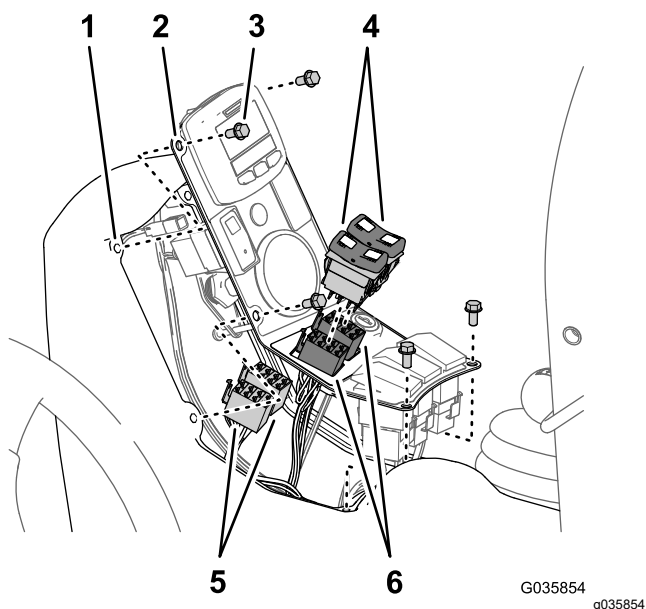
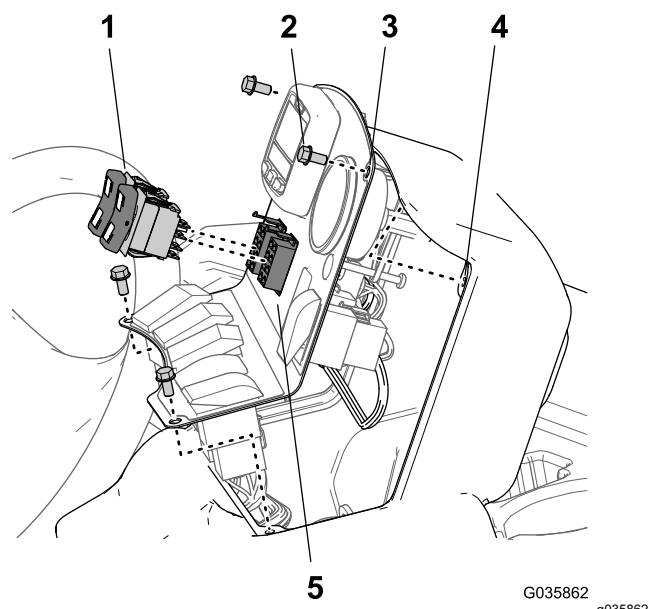

Figura 37
Figura 38
1. Retire los 4 pernos con arandela prensada ($\frac{1}{4}$ " x $\frac{1}{2}$ ") que sujetan el panel de interruptores a la consola central y levante el panel (Figura 37 o Figura 28).
- Desconecte los conectores hembra de 8 vías del arnés de cables de la máquina de los interruptores de elevación de brazos (Figura 38 o Figura 37).
- Conecte los interruptores basculantes en los conectores hembra de 8 vías del arnés de cables del kit de acabado del brazo Ultra Sonic Boom (Figura 37 o Figura 38).
- Alinee los taladros del panel de interruptores con el bastidor de la consola (Figura 37 o Figura 38).
6. Fije la cubierta lateral en la consola central con los 4 pernos con arandela prensada ($\frac{1}{4}$ " x $\frac{1}{2}$ ") (Figura 37 o Figura 38) que retiró en el paso 1.